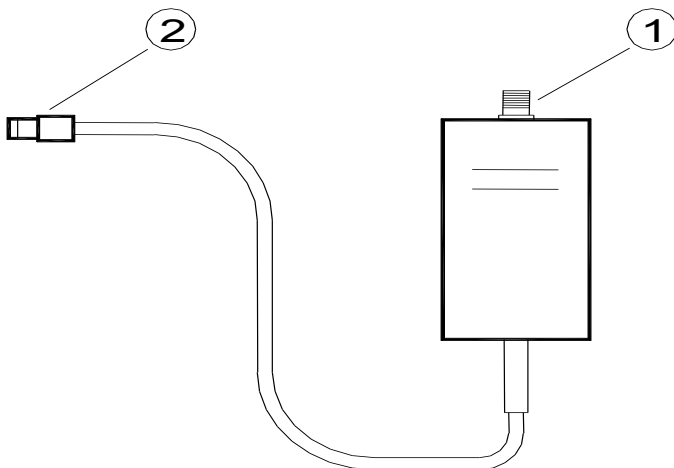

Figura 6
- Conectar el conector Nucletron, ve Figura 6 N° 2, al conector correspondiente del cronometro
- Fijar la antena, Figura 6 N° 1,